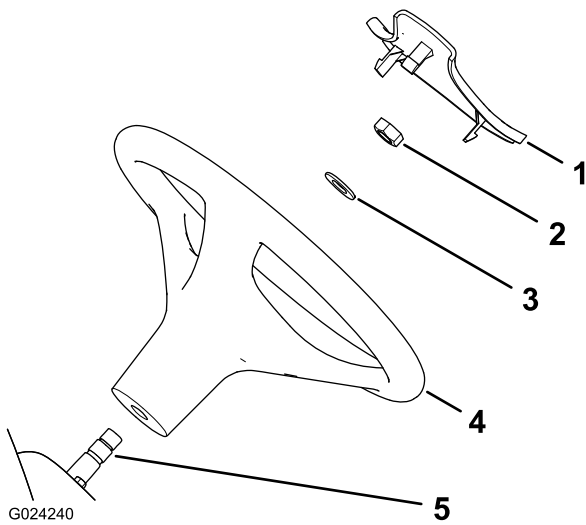

Bild 3
5. Befestigen Sie die Abdeckung am Lenkrad (Bild 3).
1. Nehmen Sie die Abdeckung (falls vorhanden) von der Nabe des Lenkrads ab (Bild 3).
2. Nehmen Sie die Mutter von der Lenkwelle ab (Bild 3).
3. Schieben Sie das Lenkrad und die Scheibe auf die Lenkwelle (Bild 3).